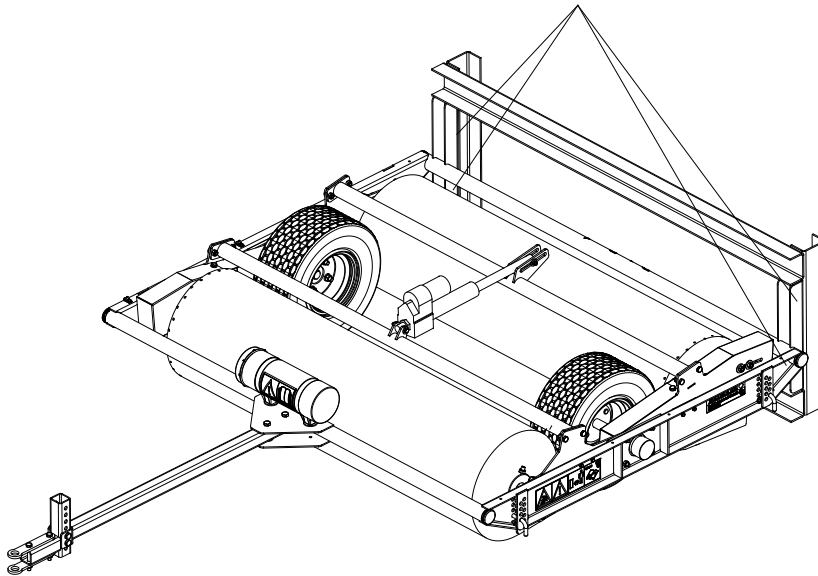

Fig. 7
6. Retirez la palette en dévissant les quatre boulons (1) (fig. 7).